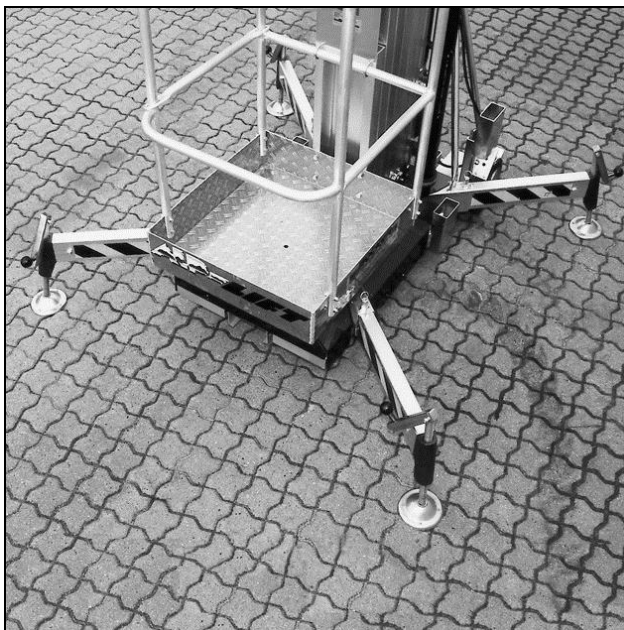

Bild 9
- a) Übliche Anordnung: Einsatz nur mit einheitlicher Auslegerlänge (Bild 9).